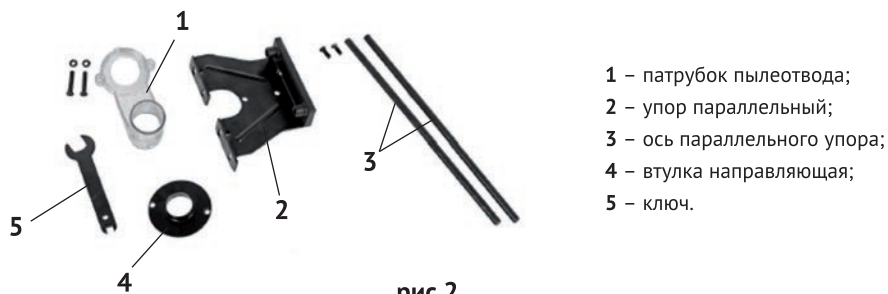

рис.2
- параллельный упор (рис.2 поз.2) с осями (рис.2 поз.3) позволяет обрабатывать изделие на определённом расстоянии от прямолинейного края заготовки (фрезерование пазов, канавок, сверление отверстий и т.п.);
- направляющая втулка (рис.2 поз.4), позволяет фрезерование заготовки по выбранному шаблону (шаблоны в комплект поставки не входят).
Пластиковый патрубок пылеотвода (рис.2 поз.1) позволяет подключить пылесос для удаления стружки из зоны фрезерования.